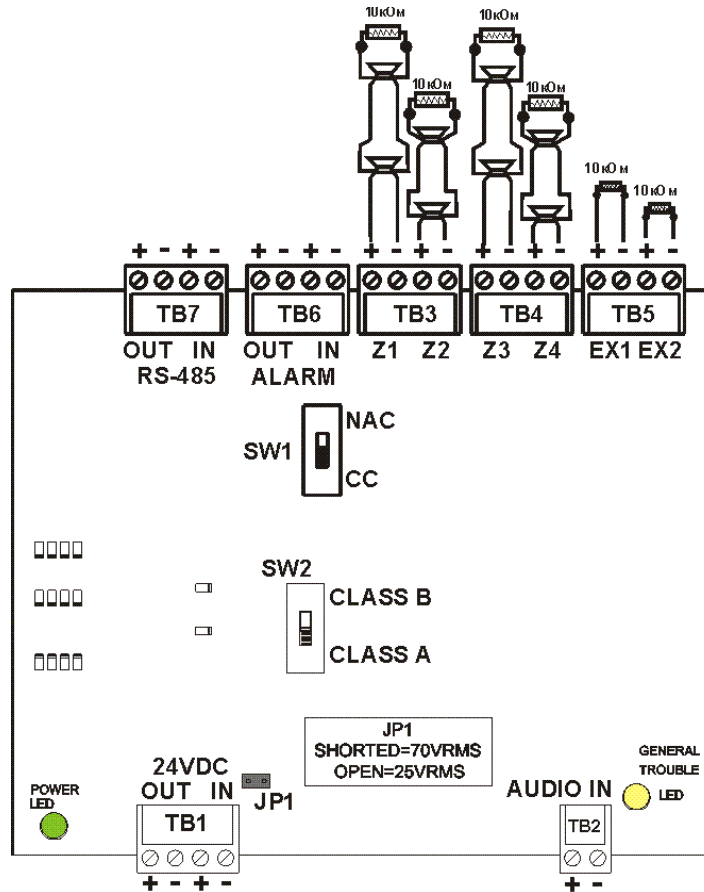

Рис.4 Подключение радиальных шлейфов.
- Правила установки оконечного резистора для дополнительного выхода EX1 или EX2 аналогичные. Схема подключения радиальных шлейфов к разветвителю показана на Рис. 4.